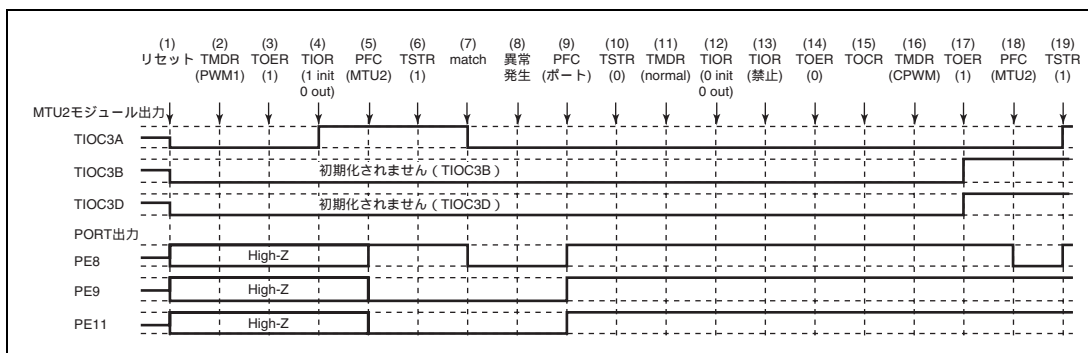

図 11.149 PWM モード 1 で異常が発生し、相補 PWM モードで復帰する場合
PWM モード 1 で異常が発生し、再設定後相補 PWM モードで再スタートする場合の説明図を図 11.149 に示します。
(1) ~ (14) は図 11.149 と共通です。
(15) TOCR でリセット同期 PWM の出力レベルと周期出力の許可禁止を選択してください。
(16) リセット同期 PWM を設定します。
(17) TOER でチャンネル 3、4 の出力を許可してください。
(18) PFC で MTU2 出力としてください。
(19) TSTR で再スタートします。